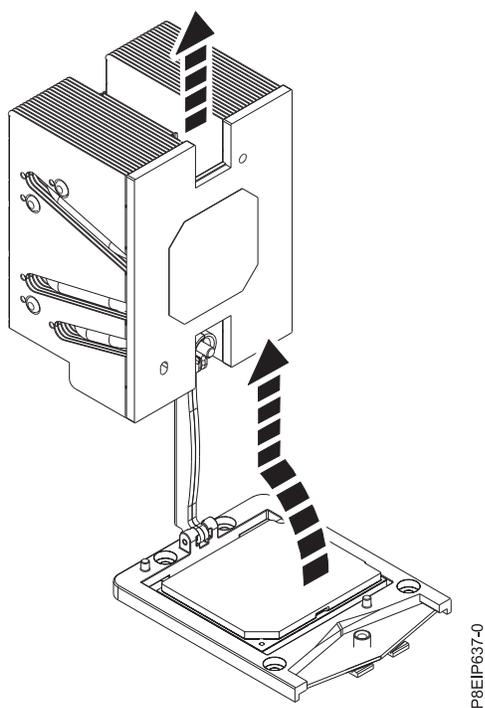

Figura 78. Levantar el disipador térmico del brazo de carga
5. Gire y levante en el disipador térmico. El brazo de carga gira; gire el disipador térmico y levántelo del brazo de carga. Consulte la Figura 78.